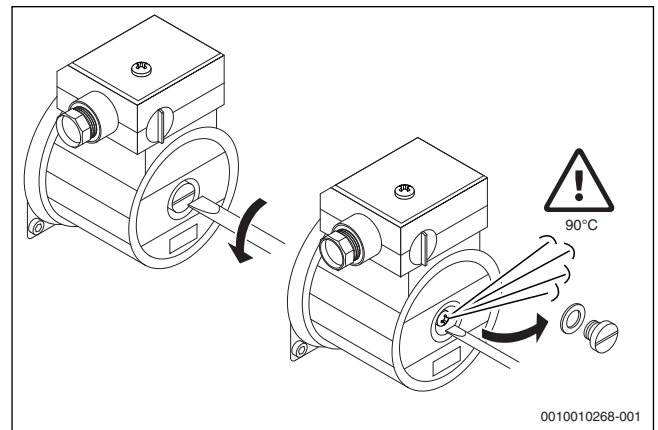

Bild 19 Lösen der Entlüftungsschraube und Überprüfung der Freigängigkeit
- ▶ Mit Hilfe eines Schraubenziehers vorsichtig Entlüftungsschraube lösen, ggf. entfernen (→ Abb. 19, Seite 21).
- ▶ Mit Hilfe eines Schraubenziehers vorsichtig Entlüftungsschraube lösen, ggf. entfernen. Mit Hilfe eines Schraubenziehers Beweglichkeit des Pumpenmotors überprüfen, und zwar durch Drehen der Welle, die mit Nuten versehen ist, und Pumpe gängig machen (→ Abb. 19, Seite 21).